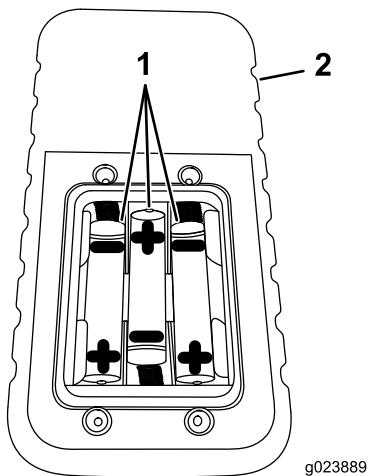

Рисунок 7
4. Установите три новых элемента питания типа AAA, расположив их так, как показано на Рисунок 7.